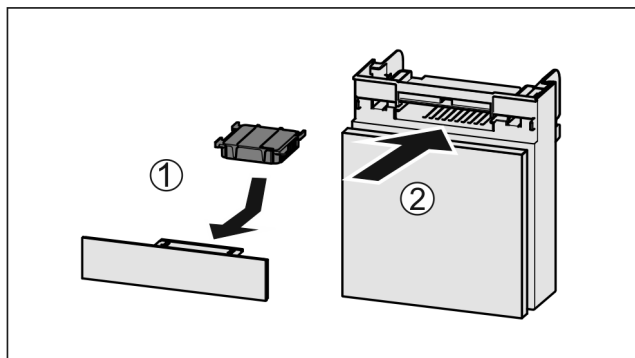

Fig. 67
- ▶ Aktivkohlefilter nach Abbildung einsetzen Fig. 67 (1).
- ▶ Fach einschieben Fig. 67 (2).